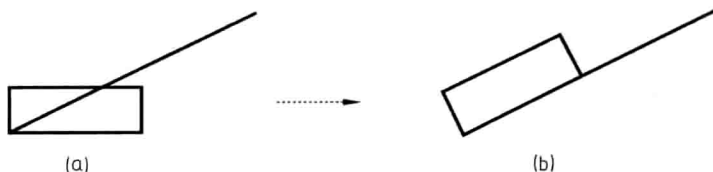

图 5
- (99) () 不可以被分解。
- (100) 定数等分点用 () 命令。
- (101) 如果要绘制多个点对象, 需要 ()。
- (102) 可以实现从图 5 (a) 转变到图 5 (b) 的选项是 ()。